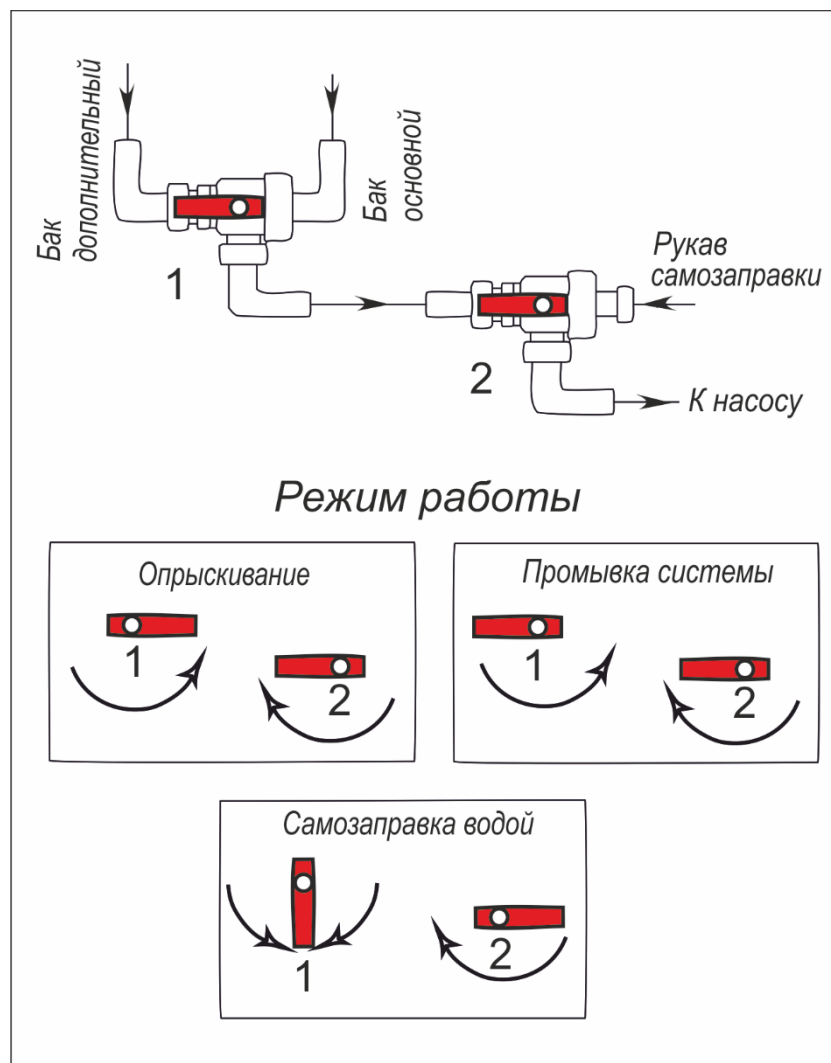

Рис. 9. Положения рукояток трехходовых кранов при различных режимах работы.
5.4.1. Опрыскиватель может работать в следующих режимах (рис. 9):
- Установить рукоятки трехходовых кранов 2 и 3 (рис. 9) в положение «Опрыскивание».
- а). Установить рукоятки трехходовых кранов 2 и 3 (рис. 9) в положение «Опрыскивание».